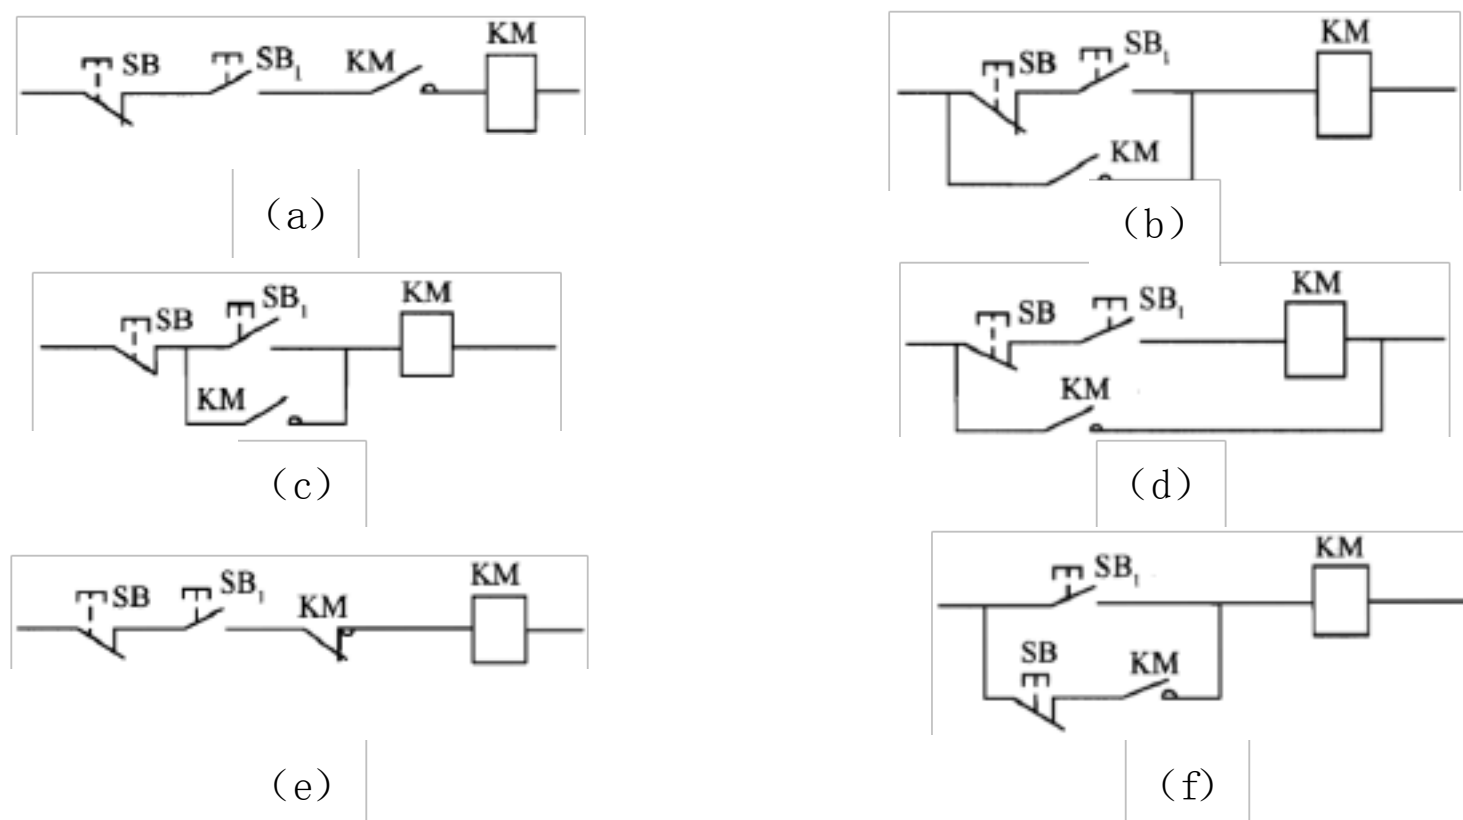

图 250 习题 3 图
3. 分析如图 250 所示线路中，哪种线路能实现电动机正常连续运行和停止？哪种不能？为什么？